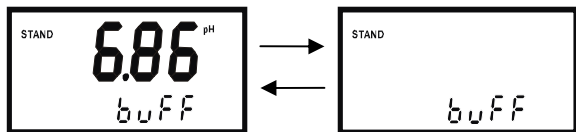

图 7-3
- 1、将清洗干净的电极放入 pH6.86 缓冲液中，轻轻搅拌几下，待仪表显示稳定（60 秒内显示数值没有变化）后，按下 **CAL** 键，仪表将有 6.86 数值跳闪，且屏幕左上角有 **STAND** 显示。若不是（7.00），可参考本说明书 35 页中校准模式设置的步骤更改，仪表显示如图 7-3 所示：